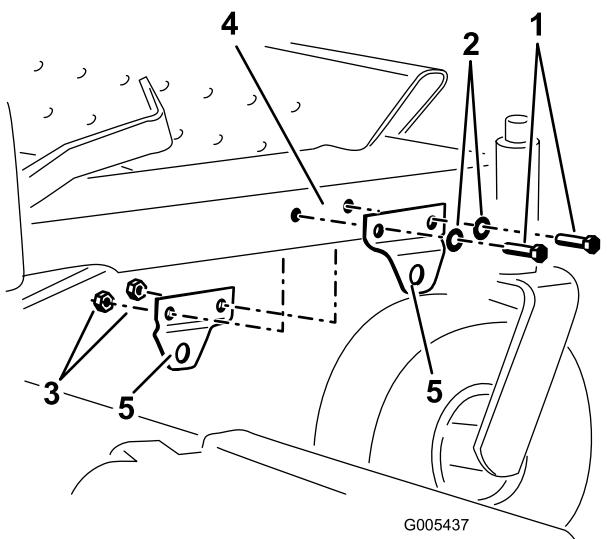

Figura 5
- Instale los dos soportes más pequeños al bastidor según se muestra en Figura 5, sin apretar del todo los herrajes. Oriente los soportes de manera que la sección desplazada quede por fuera.